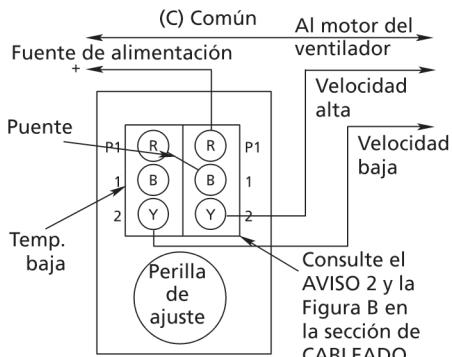
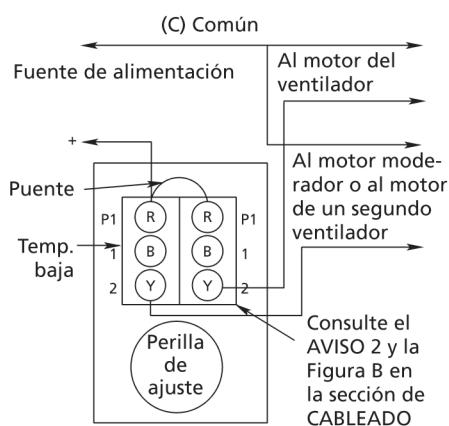

Figura 4 – Termostatos SPDT/SPDT de Dos Etapas en Control de un Ventilador de Ventilación de Dos Velocidades
Figura 5 – Termostatos SPDT/SPDT de Dos Etapas en Control de un Ventilador de Ventilación de Velocidad Única y de un Motor Moderador de Aumento de Volumen
La Figura 4 muestra el cableado para controlar un ventilador de dos velocidades. Cuando el elemento de control alcanza los ajustes de la perilla, el interruptor de baja temperatura arranca el ventilador a velocidad baja. Si la temperatura ambiente continúa aumentando, el interruptor de temperatura alta le suministra alimentación eléctrica al devanado de alta velocidad del motor.
La Figura 5 muestra un SPDT/SPDT conectado en forma típica para una aplicación de ventilador de dos velocidades. El motor moderador será energizado cuando la temperatura alcance el ajuste de la perilla. Si la temperatura continúa aumentando, el motor del ventilador será energizado por el interruptor de temperatura alta.
3. Termostatos con interrupción SPDT/SPDT de 2 etapas: Si la conexión es similar a la Figura 4, el ventilador deberá activarse a aproximadamente la temperatura ambiente y deberá cambiar a alta velocidad, al girarse la perilla hacia la izquierda a un ajuste de temperatura más baja. Si el cableado es similar a la Figura 5, el moderador deberá abrirse al girarse la perilla hacia la izquierda (a un ajuste de temperatura más baja). Los dispositivos deberán funcionar en la secuencia inversa cuando se gira la perilla hacia la derecha.